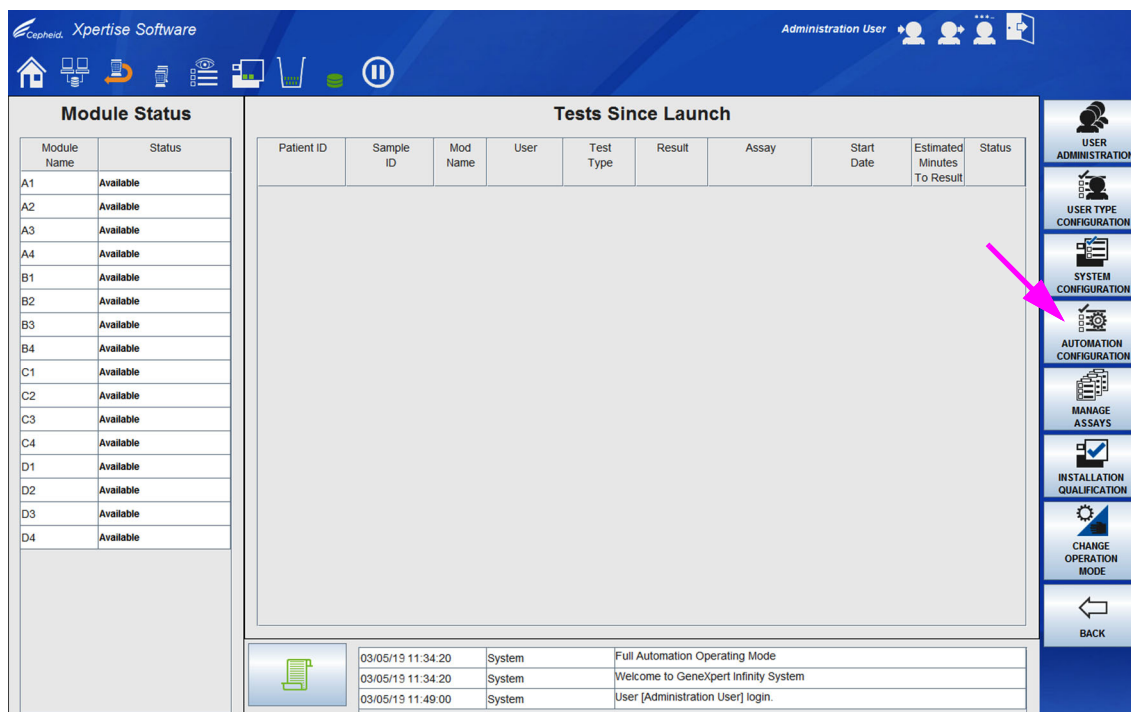
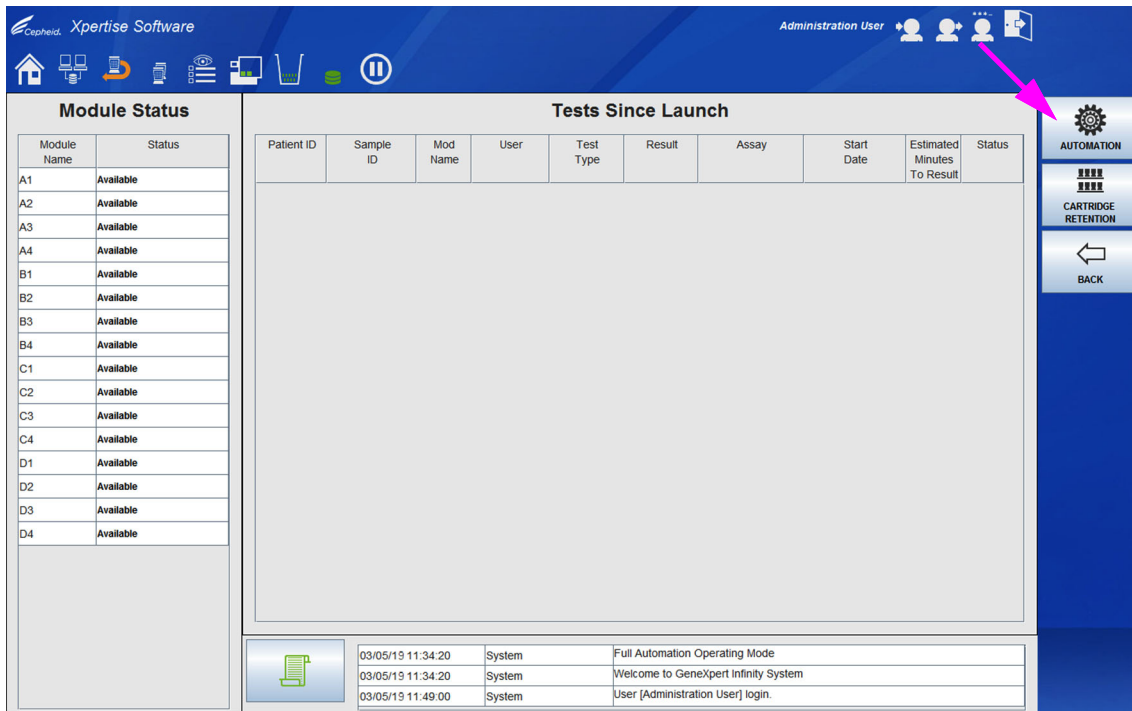
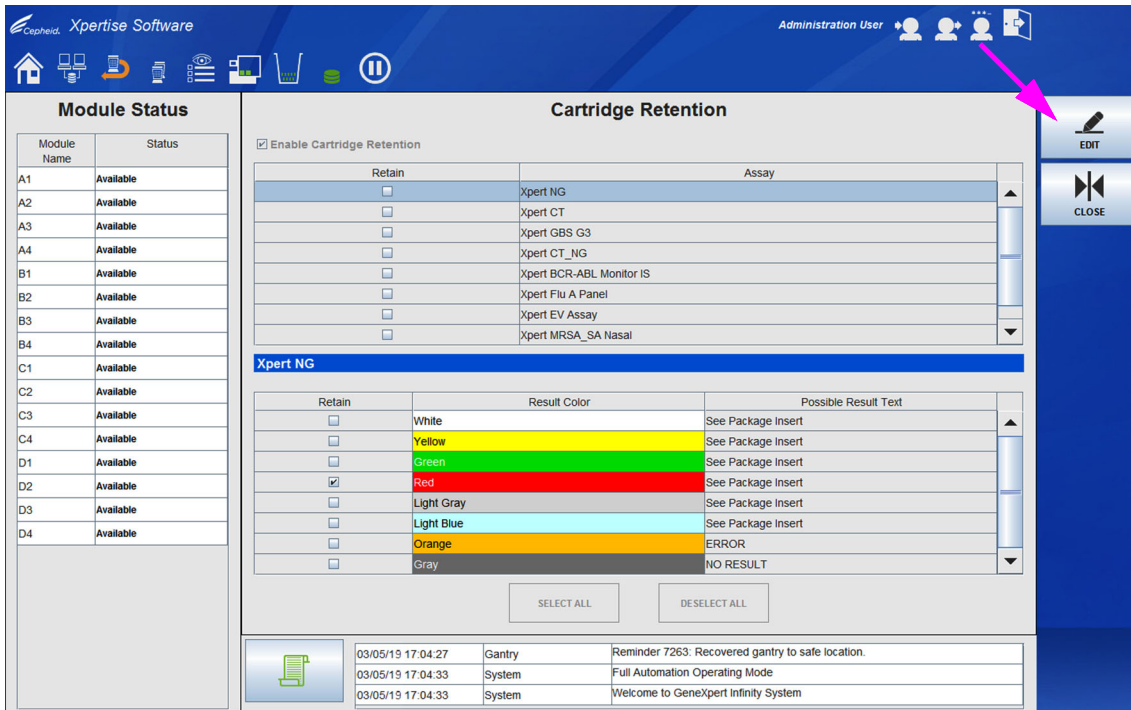
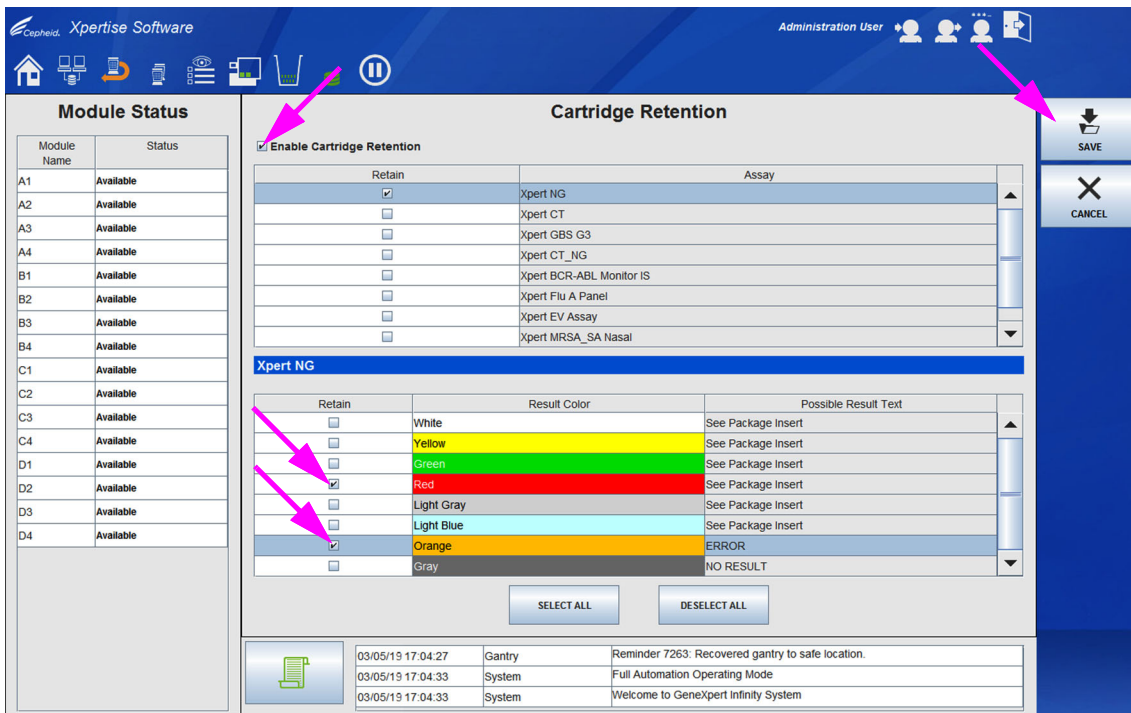

図 2-40. セットアップメニュー
図 2-41. 自動化設定メニュー
図 2-44. カートリッジ保持ワークスペース
図 2-45. 有効化されたカートリッジ保持ワークスペース
1. Xpertise Software ホームワークスペース (図 2-11 を参照) で、**セットアップ (SETUP)** ボタンを、続いて**自動化設定 (AUTOMATION CONFIGURATION)** ボタンを選択します (図 2-40 を参照)。自動化設定 (Automation Configuration) メニューが表示されます。図 2-41 を参照。
2. 自動化設定 (Automation Configuration) メニューで、**自動化 (AUTOMATION)** ボタンを選択します (図 2-41 を参照)。自動化 (Automation) ワークスペースが表示されます。図 2-42 を参照。
2. 自動化の設定 (Automation Configuration) メニューで、**カートリッジ保持 (CARTRIDGE RETENTION)** ボタンを選択します (図 2-41 を参照)。カートリッジ保持 (Cartridge Retention) ワークスペースが表示されます。図 2-45 を参照。
3. カートリッジ保持 (Cartridge Retention) ワークスペースで、**編集 (EDIT)** ボタンを選択します (図 2-44 を参照)。これで、カートリッジ保持 (Cartridge Retention) ワークスペースが有効になり、図 2-45 に示すように編集できます。
4. カートリッジ保持 (Cartridge Retention) ワークスペースの全ての項目を完了したら、**保存 (SAVE)** ボタンを選択して変更を保存するか (図 2-45 を参照)、**キャンセル (CANCEL)** ボタンを選択して変更をキャンセルします。変更をキャンセルすることを選択した場合、変更を保存するか無視するかを尋ねる確認ワークスペースが表示されます。